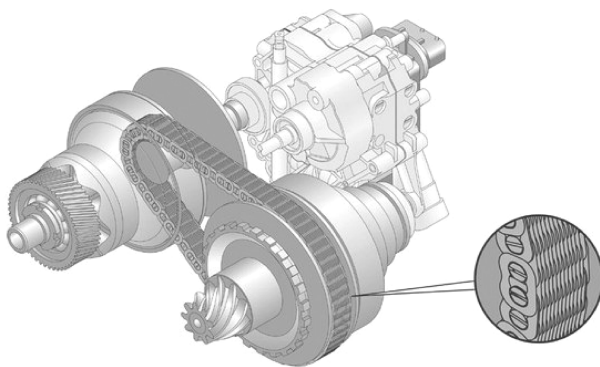

图 1-21 CVT 的工作原理
(1) 定义 CVT 技术即无级变速技术 (英文为 Continuously Variable Transmission), 它采用传动带和工作直径可变的主、从动轮相配合来传递动力, 可以实现传动比的连续改变, 从而得到传动系与发动机工况的最佳匹配。
(2) CVT 的工作原理 金属带式 CVT 主要是通过改变主、从动轮和金属带的接触半径 (即工作半径) 来实现传动比的连续变化, 如图 1-21 所示。